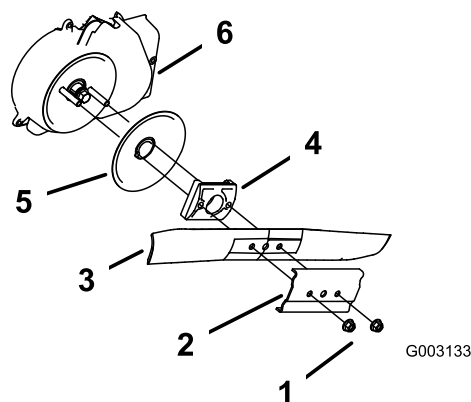

Figure 31
3. Retirez les 2 écrous de la lame et le renfort (Figure 31).
4. Déposez la lame (Figure 31).
5. Déposez le dispositif d'entraînement de la lame et le disque (Figure 31).
6. Déposez la protection du débrayage de frein de lame (Figure 31).
10. Reposez la lame et le renfort déposés précédemment (Figure 31).